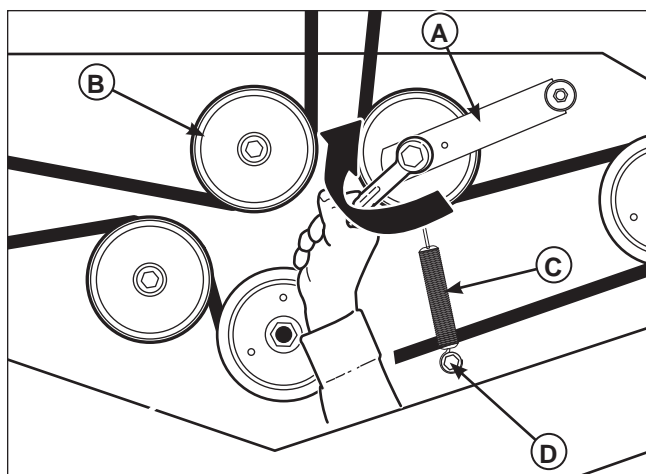
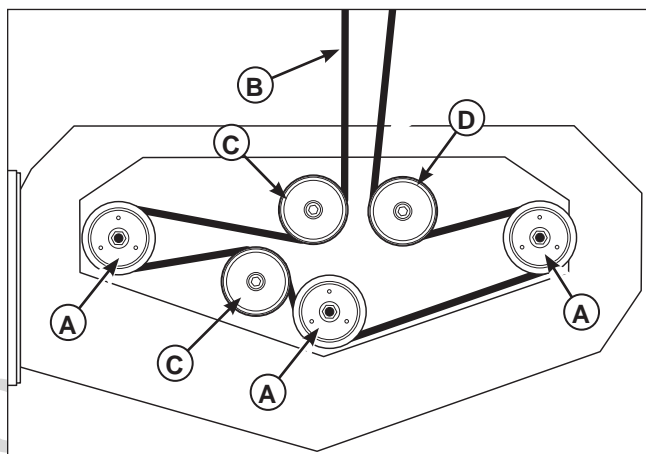

Figura 20. Correa de la toma de fuerza del cortacésped
Figura 21. Guía de la correa de la toma de fuerza del cortacésped
3. Con una llave de arco de 3/4", ponga el extremo de la caja sobre la tuerca de 1/2" ubicada en el extremo del brazo secundario libre (A, figura 20). Gire cuidadosamente la barra rompedora EN EL SENTIDO DE LAS AGUJAS DEL RELOJ, lo que liberará la tensión en la correa ejercida desde el brazo secundario libre.
4. Deslice la correa de transmisión sobre el borde de la polea loca fija (B). Cuidadosamente libere la tensión sobre la barra rompedora hasta que el brazo secundario libre se detenga.
7. Instale la correa de transmisión de la polea de toma de fuerza, las poleas del eje y todas las poleas locas, a excepción de la polea fija. Gire cuidadosamente la llave de arco de 3/4" EN EL SENTIDO DE LAS AGUJAS DEL RELOJ e instale la correa en la polea loca fija. Cuidadosamente libere la tensión sobre la llave de arco de 3/4". La correa se debe guiar exactamente como se muestra en la figura 21.